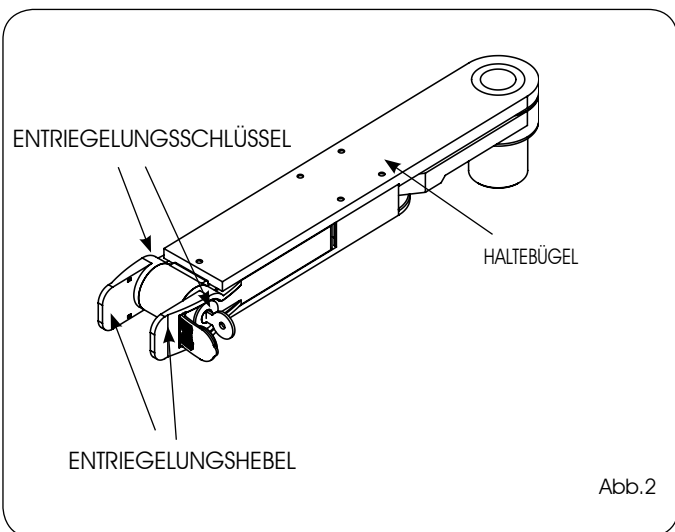

Abb.2
- 1) Den Entriegelungshebel in die Ruhestellung bringen (Abb.2)